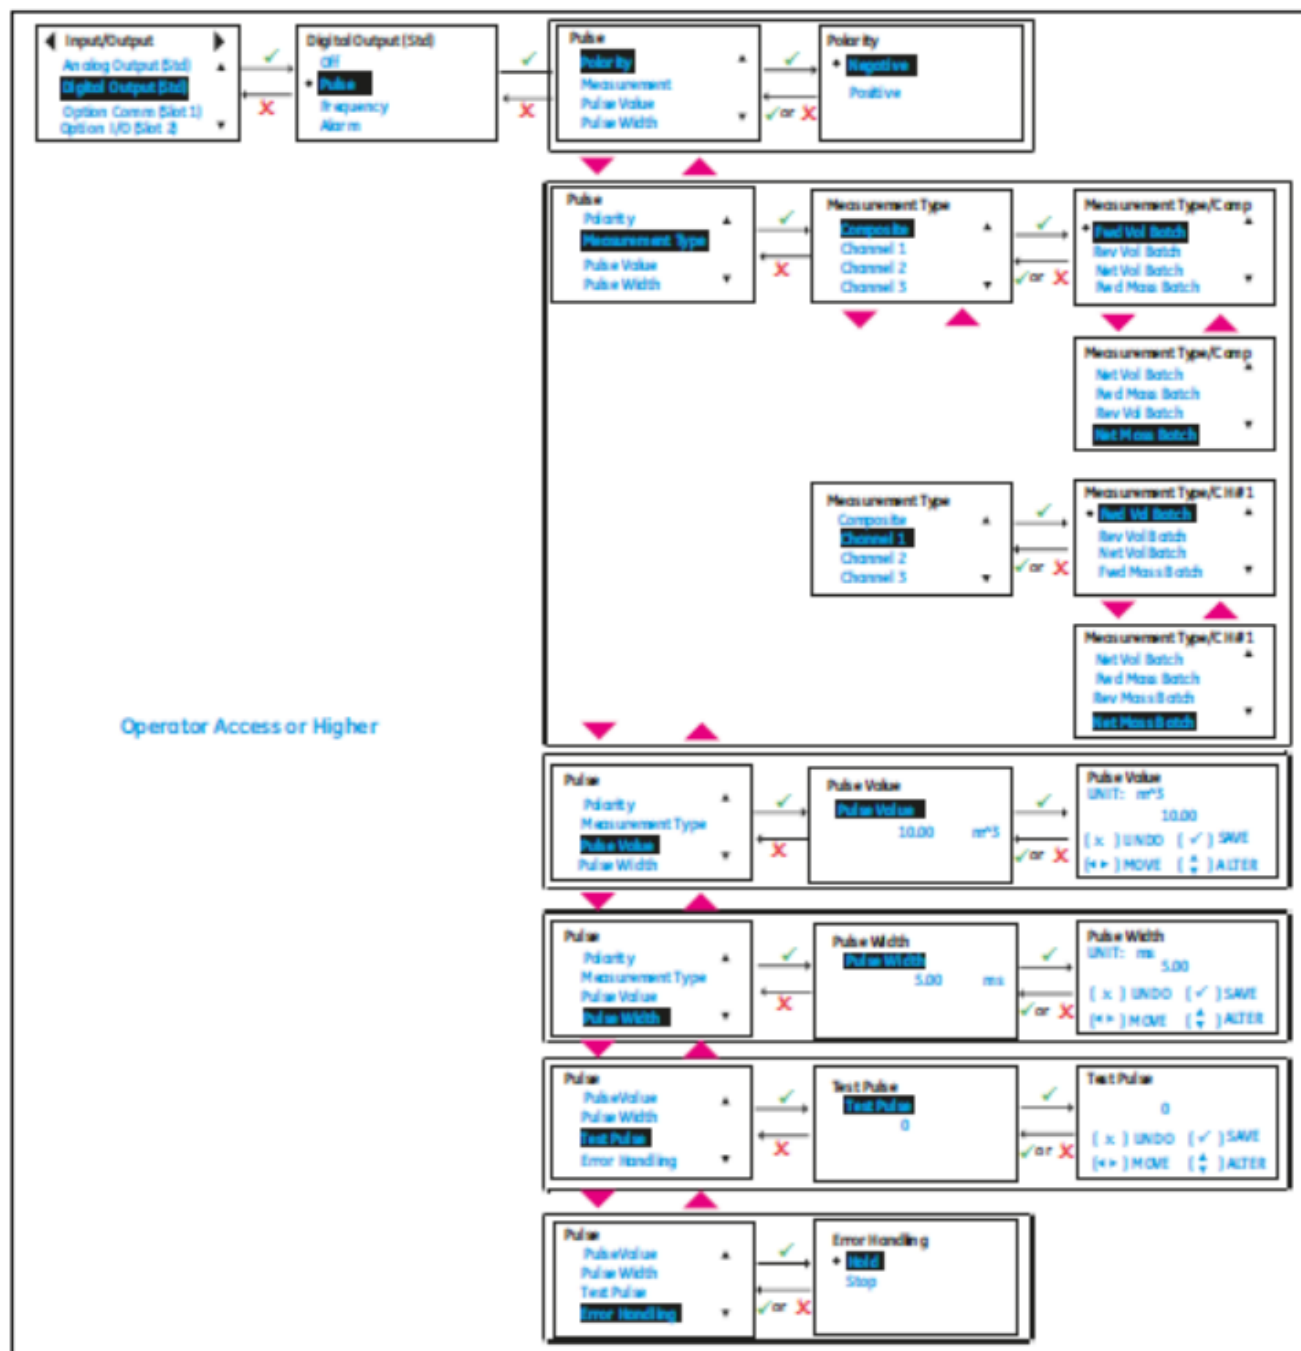

図58:パルス出力の設定
2. ニーズに合わせて[Polarity]、[Measurement]、[Pulse Value]、[Pulse width]、[Error Handling]オプションを設定。下の図 58 に、使用可能なオプションを示します。各オプションについては、次の表 6 も参照してください。